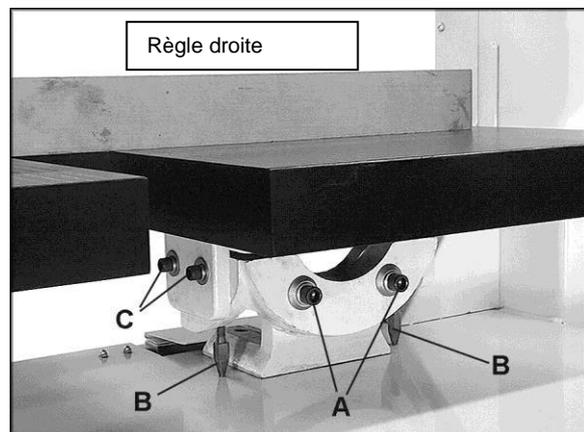

Figure 12
1. Une fois la table principale positionnée perpendiculairement à la lame, vérifier avec une règle droite que la table auxiliaire est de niveau par rapport à la table principale, comme illustré en Figure 12.
3. Pour incliner la table auxiliaire sur la gauche ou sur la droite, desserrer les vis (A, Figure 12) et tourner au besoin l'une des butées (B, Figure 12). Bien resserrer les vis (A, Figure 12) une fois le réglage effectué.
4. Pour régler la table de l'avant vers l'arrière, desserrer les vis (C, Figure 12). Bien resserrer les vis (C, Figure 12) une fois le réglage effectué.